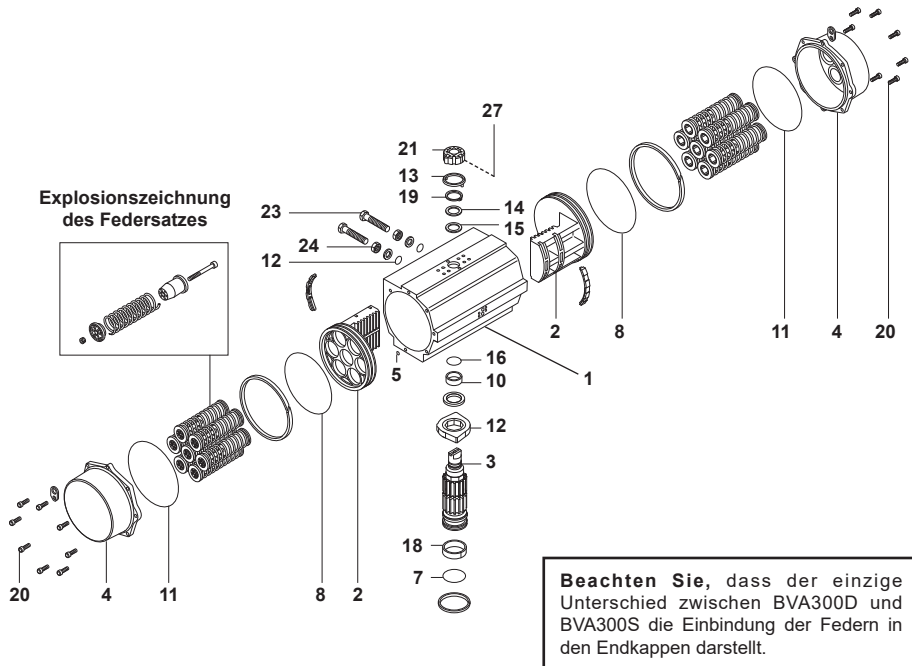

Abb. 5 Serie BVA300 abgebildet
- Platzieren Sie den Zahnradstift (3) von unten in das Gehäuse (1). Sobald der Zahnradstift durch das Gehäuseinnere erscheint, bringen Sie den Zahnradstiftanschlag (12) an der korrekten Position sowie das obere Zahnradstiftlager (10) an.
- Platzieren Sie die weiche Zahnradstift-Unterlegscheibe (15), die metallische Zahnradstift-Unterlegscheibe (14), die BZ-Scheibe (19) und den Stellungsanzeiger (21 und 13) im unteren Teil des Zahnradstifts an.
- Bringen Sie beide Kolben an. Achten Sie dabei darauf, dass beide eingreifen, wenn der Zahnradstift (3) bei normalerweise geschlossenen Antrieben im Uhrzeigersinn und bei normalerweise geöffneten Antrieben im Gegenuhrzeigersinn gedreht wird.
- Montieren Sie die Endkappen (4) des Antriebs, indem Sie die äußeren Schrauben (20) der Reihe nach anziehen. Stellen Sie sicher, dass die Offen-/Geschlossenstellungen mit der im oberen Teil des Zahnradstifts angezeigten Stellung übereinstimmen (siehe Abbildung 5).